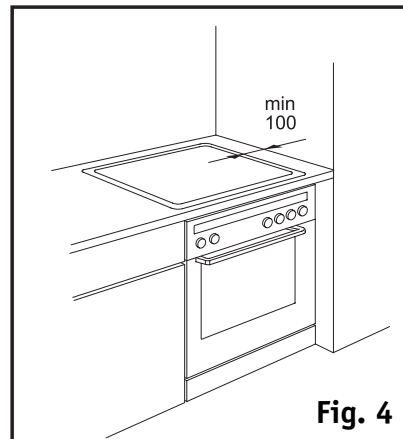

Fig. 4
- Un espace de 100 mm au moins devra être prévu entre le meuble à colonne adjacent au plan de cuisson et le bord de ce dernier (Fig. 4).